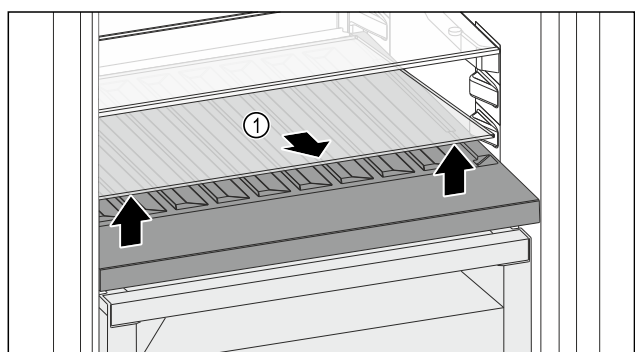

Fig. 116
- ▶ Скористайтесь пазом спереду, щоб підняти скляну полицю Fig. 116 (1) і вийняти її.
- ▶ Безпечно зберігайте скляну полицю Fig. 116 (1) за межами пристрою.